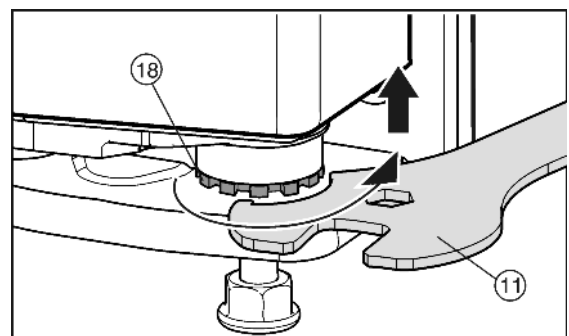

Fig. 13
- ▶ Щоб підняти дверцята прокрутіть вправо опорний гвинт Fig. 13 (18) за допомогою гайкового ключа Fig. 13 (11) (входить в комплект). На момент постачання опорний гвинт повністю закручений.